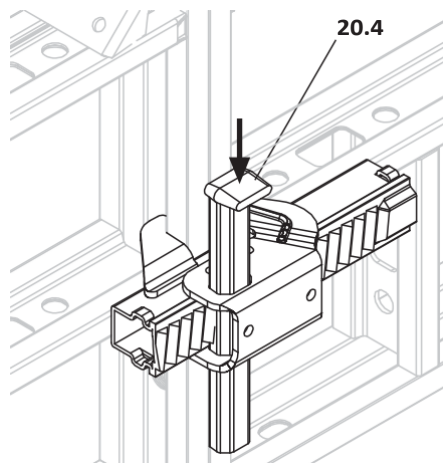

Fig. A4.03
3. Прикрепете свързката (20) към вертикализатора на елемента (10.2).
5. Осигурете клина. (Fig. A4.03)